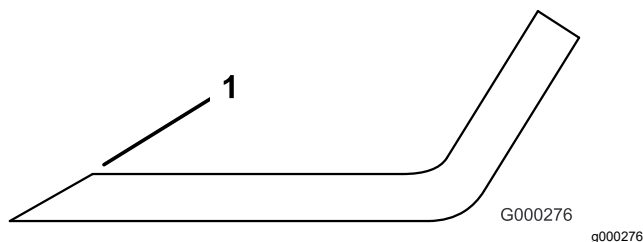

Figura 91
3. Esaminate l'affilatura di tutte le lame e affilate se risultano smussate o scheggiate (Figura 91).
Nota: Affilate soltanto la parte superiore del tagliente e mantenete l'angolo di taglio originale per garantire l'affilatura (Figura 91). La lama resta bilanciata soltanto se viene rimossa una quantità uguale di metallo da entrambi i taglienti.